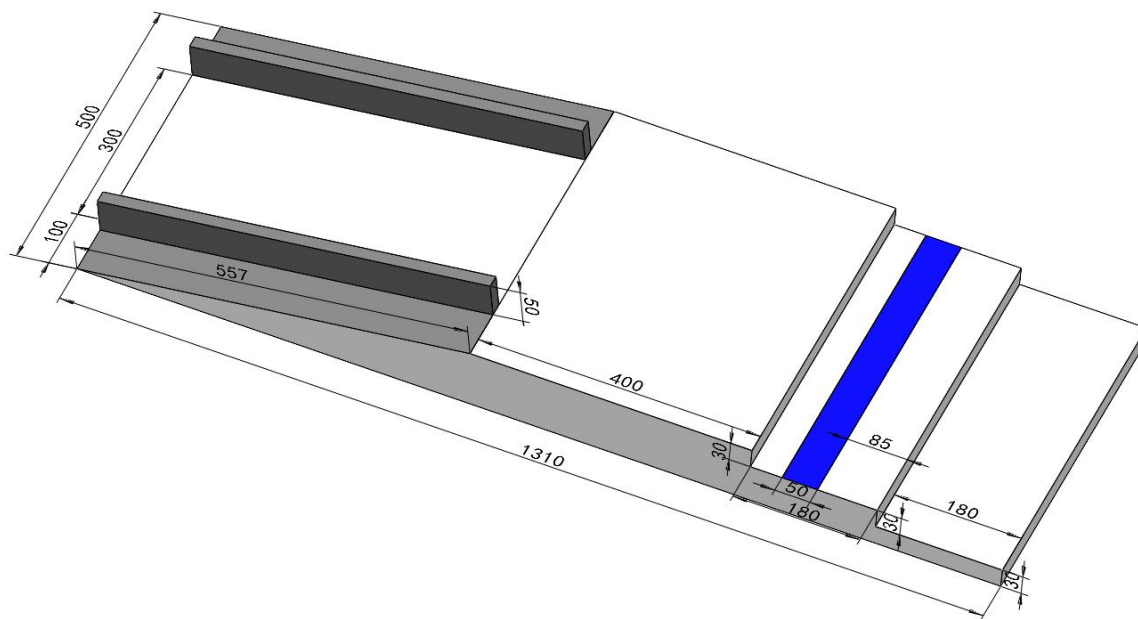

图 6 上台阶、下窄路斜坡示意图（单位：mm）
1.上台阶、下窄路斜坡：如图 6 所示，在距上台阶第二节台阶前边缘 85mm 处印有 $500*50\text{mm}$ 的蓝色色带。